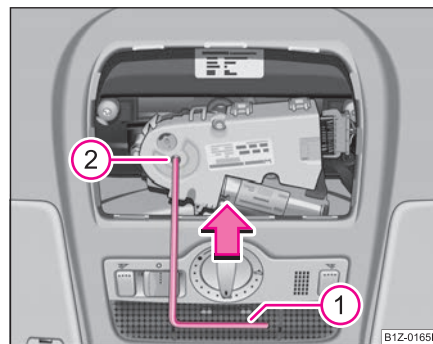

Fig. 40 Plafonul: Acționarea în caz de urgență
- Apăsăți manivela ① până la limită în orificiul hexagonal ② ⇒ pagina 60, fig. 40.